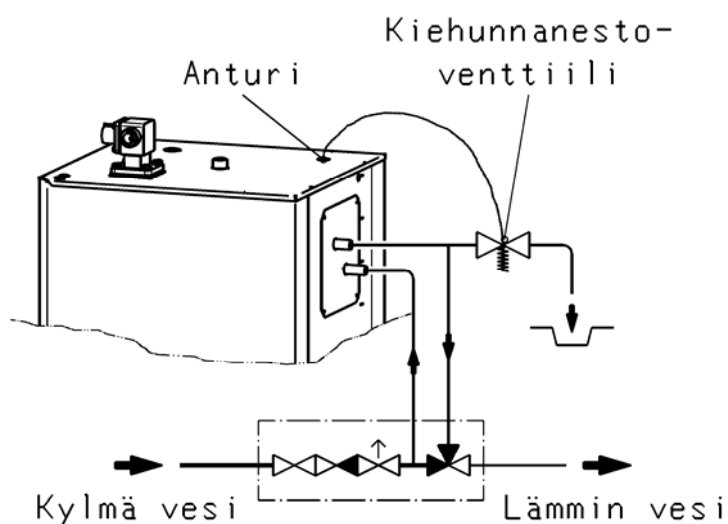

Рис. 2 Подключение термического клапана к змеевику ГВС котла
К змеевику ГВС надо подключать также термический клапан для предотвращения перегрева котла при сжигании дров. Инструкция по подключению клапана - на рис. 2.
**ВНИМАНИЕ!** При сжигании дров (угля) змеевик ГВС котла надо оснащать термическим клапаном против выкипания (см. рис. 2). Таким образом препятствуют возможному перегреву котла.